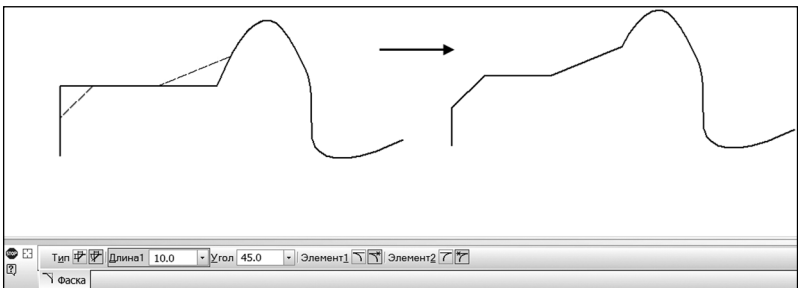

Рис. 10.67. Команда «Фаска»
- Кнопка **Фаска**  предназначена для построения фаски между двумя смежными прямыми отрезками или смежными кривыми (рис. 10.67). Фаски — это прямой срез угла с заданными размерами. Для этого сначала следует задать параметры фаски на панели параметров, а затем указать в графическом окне две смежных кривых или прямых линии.